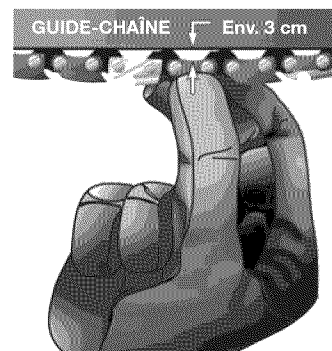

Figure 8 – Vérifiez la tension de la chaîne
3. Tirez sur la chaîne au niveau de l'extrémité du guide-chaîne sans trop forcer pour la sortir d'environ 3 cm et relâchez (voir figure 8). Si la chaîne se remet légèrement en place, la tension est correcte. Un léger fléchissement (1,5 mm (1/16") ou moins) entre la chaîne et le bas du guide-chaîne est acceptable.